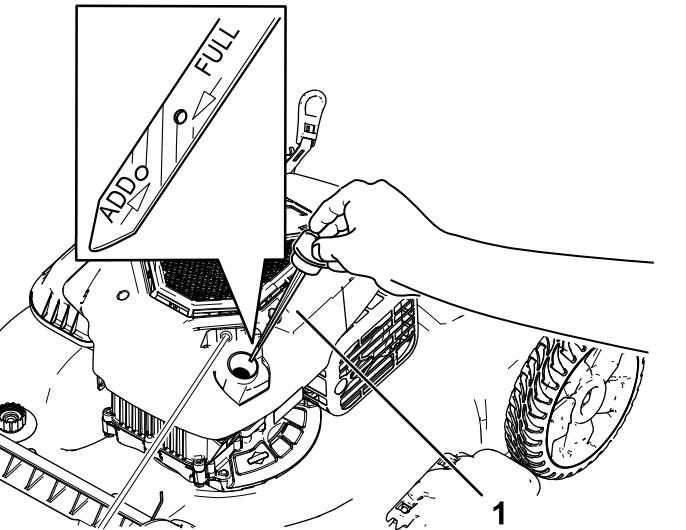

図 12
2. キャップを左に回してディップスティックを抜き取る図 12。
5. ディップスティックの目印で油量を点検する図 12。
- ・ 油量が少なすぎる場合図12は、補給管から少量のSAE 30またはSAE 10W-30洗浄性オイルを補給し、3分間待って量を確認し、ステップ3-5を繰り返して適正量までオイルを入れる。オイルの種類については3 エンジンにオイルを入れる\(ページ 4\)を参照。
- ・ 油量が多すぎると場合図12は、余分のオイルを抜いて適正量までオイルを減らすエンジンオイルの交換\(ページ 16\)を参照。